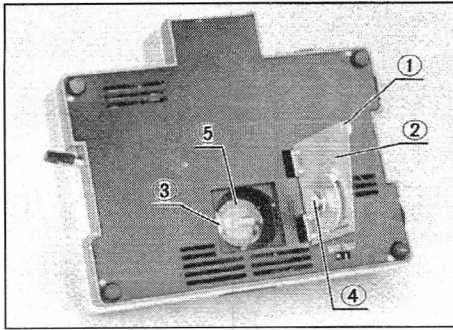

Abb. 9
- 1) Die Feststellschraube ① lösen und die Glühlampenabdeckung ② öffnen (Abb. 9).
- 2) Kontaktstifte der Halogenglühlampe aus dem Plastikbeutel herausführen. Die Kontaktstecker in die Fassung ③ einstecken, ohne die Glühlampe direkt mit bloßen Fingern zu berühren (Abb. 9)